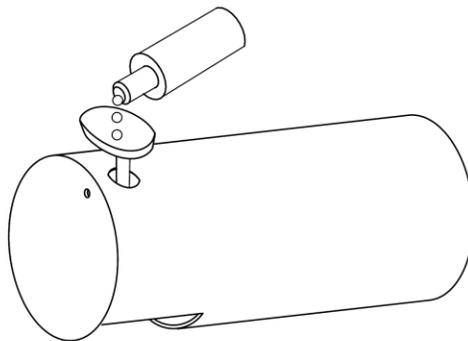

FIG. 1.4
4. EN CASO DE NO CONTENER ESENCIA, RELLENAR EL DEPÓSITO CON ELLA COMO SE MUESTRA EN LA FIG 1.4